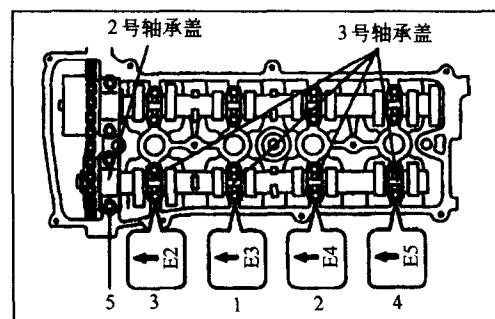

图 1-20
(19)检查凸轮轴轴承盖的向前记号和数字,装上凸轮轴轴承盖,按图1-20所示次序拧紧螺栓,2号轴承盖的扭矩: $30\text{N}\cdot\text{m}$ ,3号轴承盖的扭矩: $9.0\text{N}\cdot\text{m}$ 。